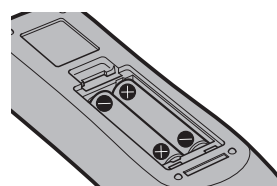

Figura 2
- 2) Introduzca las pilas y cierre la tapa (introduzca primero el lado "⊖"). (Figura 2)